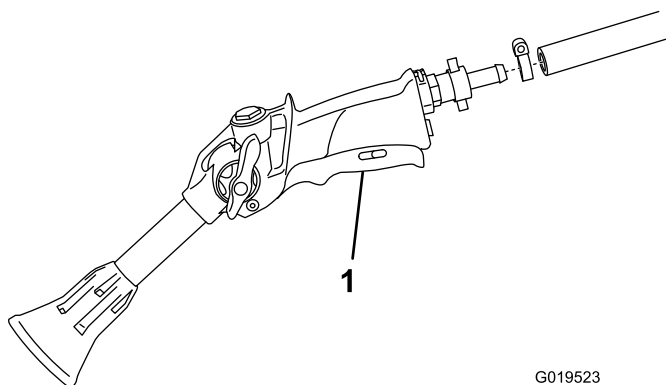

Figura 12
3. Ligue a extremidade livre da tubagem longa à união da pistola (Figura 12).